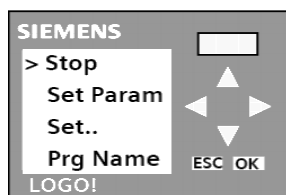

Figura 30. Menú para detener el programa o setear parámetros.
34. Presione el botón **ESC**, se mostrará la pantalla de la Figura 30, ubique el cursor ">" mediante los botones arriba o abajo ▲ ▼ en la opción **Stop** y presione el botón **OK**, luego en la opción **Yes** para confirmar que si se quiere detener el programa, presione de nuevo **OK** y esta vez si verá el menú de la Figura 31.